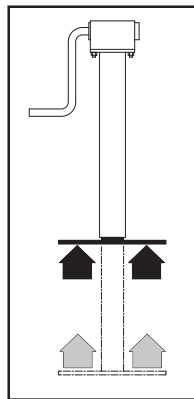

fig.2
- 3) Provare i comandi dei servizi manuali (MT) o elettrici (DS): apertura porta rotazione fresa salita e discesa ruspa salita piedino rotazione coclee ecc.
- 4) Prima di muovere la macchina ritirare il piedino di appoggio(fig.2).